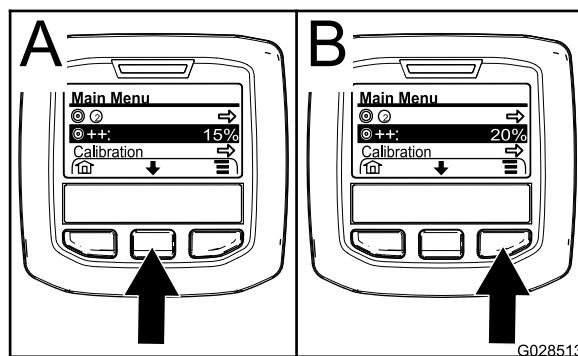

Figura 67
2. En caso necesario, pulse el botón de selección central para resaltar el aumento del caudal de aplicación (Figura 67).
Nota: El icono para el aumento del caudal de aplicación mostrará dos signos de (+) a la derecha de una diana (Figura 67).
3. Pulse el botón de selección derecho (Figura 67) para elevar el porcentaje de aumento en incrementos del 5% (máximo del 20%).